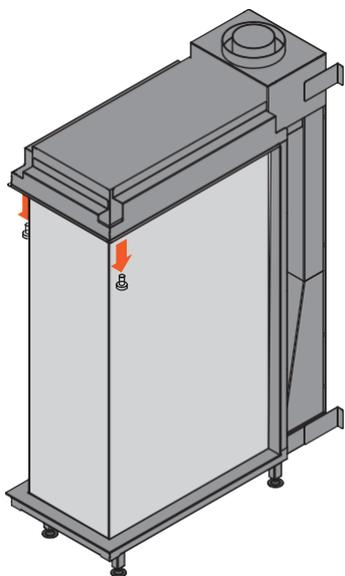

Fig. 9.2 Dévisser l'habillage supérieur
- Dévissez l'habillage supérieur (figure 9.2).